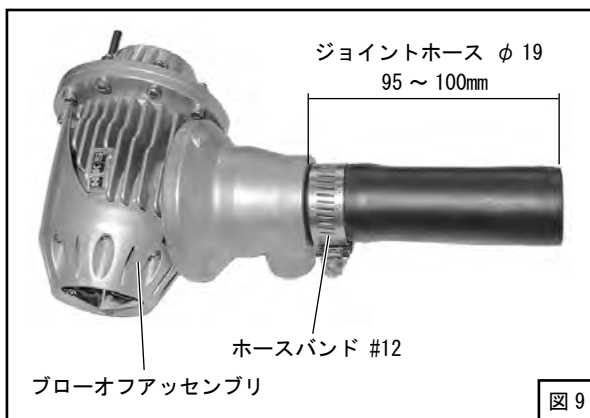

図 9
- (7) ジョイントホースφ19を95～100mmにカットしてください。(図9)
- (8) カットしたジョイントホースをブローオフアッセンブリに取付けてください。(図9、図12)